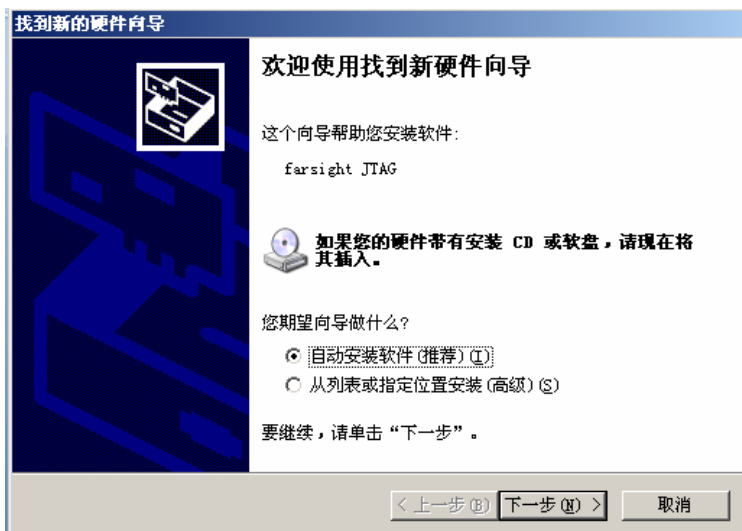

图 5-5 安装驱动界面
- (1) 安装 gcc 编译工具: yagarto-bu-2.21_gcc-4.6.2-c-c++_nl-1.19.0_gdb-7.3.1_eabi_20111119.exe。
- (2) 安装 tools 工具: yagarto-tools-20100703-setup.exe。
- (3) 安装 FS-JTAG 工具: Setup.exe。
- (4) 安装 jre-6u7-windows-i586-p-s.exe。
- (5) 解压 Eclipse 压缩包。
- (6) 安装 FS-JTAG 驱动: 把 FS-JTAG 接入计算机 USB 口, 会提示发现新硬件 (如图 5-5 所示), 选择从列表或指定位置安装, 然后单击“下一步”按钮。